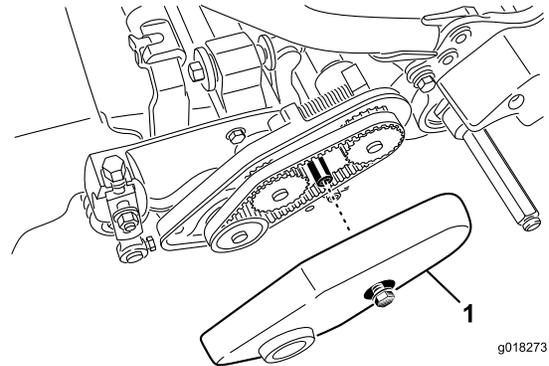

図 40
2. ベルトカバーを固定しているフランジボルトをゆるめてベルトカバーを外し、ベルトを露出させる 図 40。